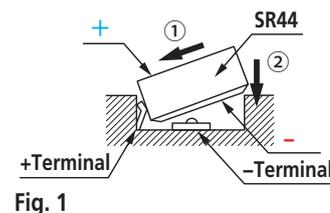

Fig. 1
3. Instale uma bateria SR44 (Cód. 938882) com o terminal positivo da bateria para cima (Fig. 1)